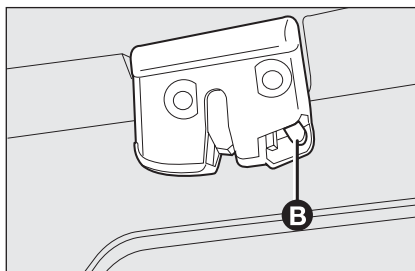

fig. 108
- ☐ para obtener el desbloqueo mecánico del portalón, accionando dentro del maletero, accionar la palanca **B**-fig. 108.